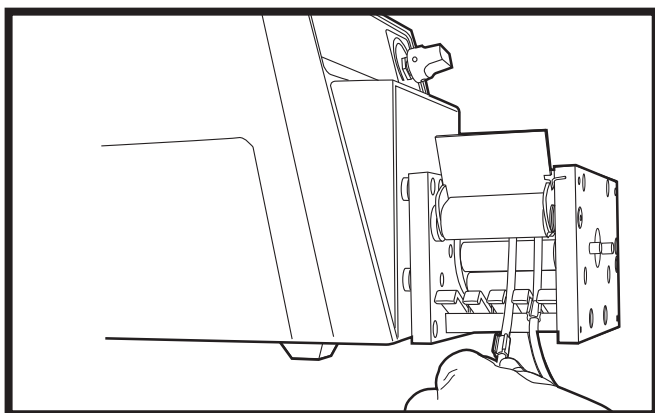

Figura 7: Posizionamento del collare di blocco nella fessura di fissaggio.
3. Posizionare il collare di blocco nella fessura di fissaggio (figura 7);